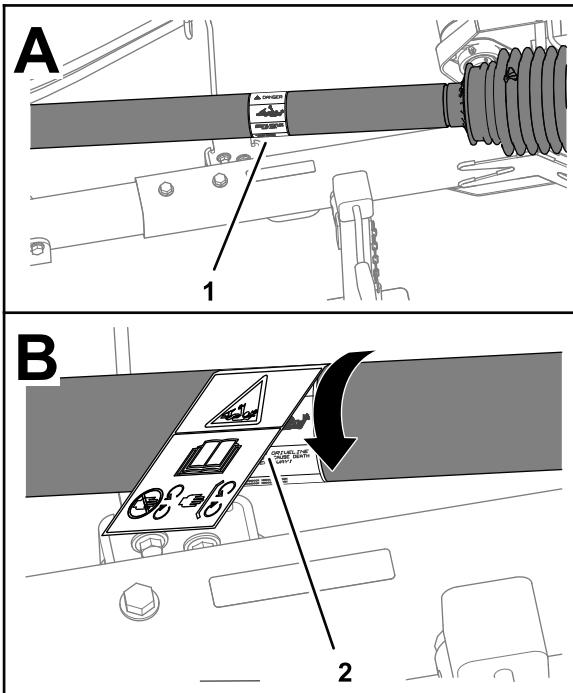

Figure 3
1. Faites pivoter la protection de l'arbre pour accéder à l'autocollant d'avertissement de coincement existant (Figure 3).
- Apposez l'autocollant d'avertissement de coincement CE sur l'autocollant existant (Figure 3).